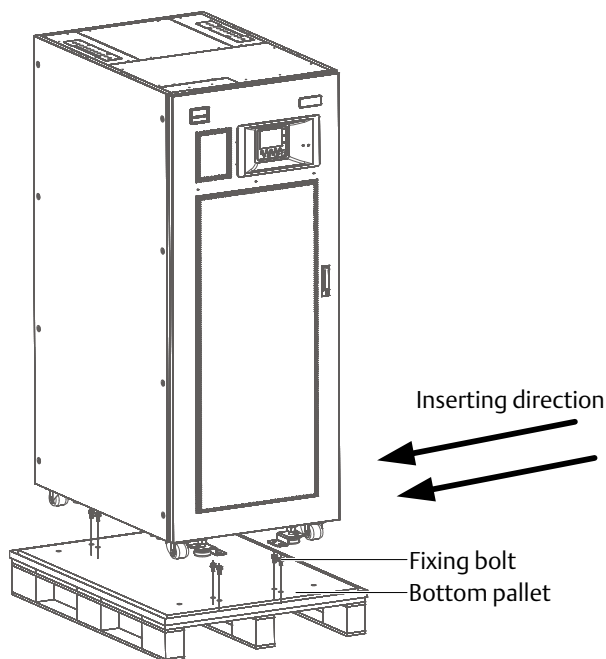

Figure 2-4 Удаление нижнего поддона
2. Открутите и положите в безопасное место болты, крепящие ИБП к поддону (см. Figure 2-4). Затем вилочным погрузчиком (вилы вставьте в направление, указанное в Figure 2-4) переместите шкаф на место установки.